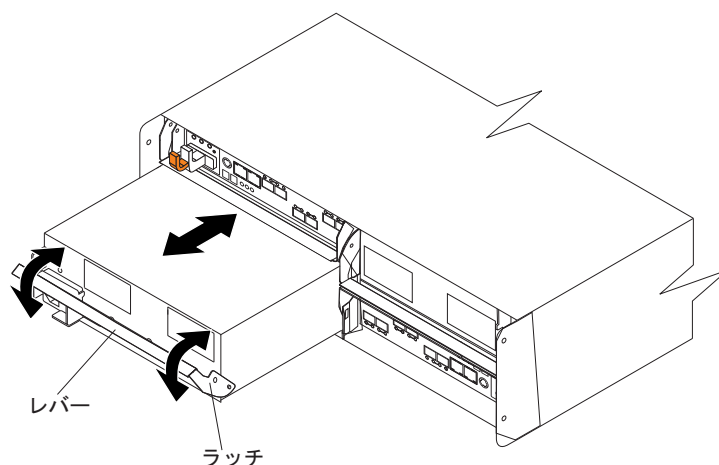

図 22. 電源機構およびファン・ユニットの交換
1. 電源機構およびファン・ユニットをスライドさせてストレージ・サブシステムに入れます。電源機構およびファン・ユニットを再取り付けするために、図 22 で示すように各電源機構およびファン・ユニットのレバーがストレージ・サブシステムの内側に向かって開かれていることを確認してください。無理に差し込まないでください。電源機構およびファン・ユニットは、シャーシに正しく差し込まれるように設計されています。
重要: 図 22 に示すように、電源機構およびファン・ユニットをスライドさせてストレージ・サブシステムに入れる際、レバーがまっすぐ引き出されていることを確認してください。左右の電源機構およびファン・ユニットは、DS5020 シャーシ内部で反対の方向に取り付けられます。電源機構およびファン・ユニットを電源機構およびファン・ユニットのベイに完全に挿入できない場合は、電源機構ファンを 180° 反転させて再度挿入してください。